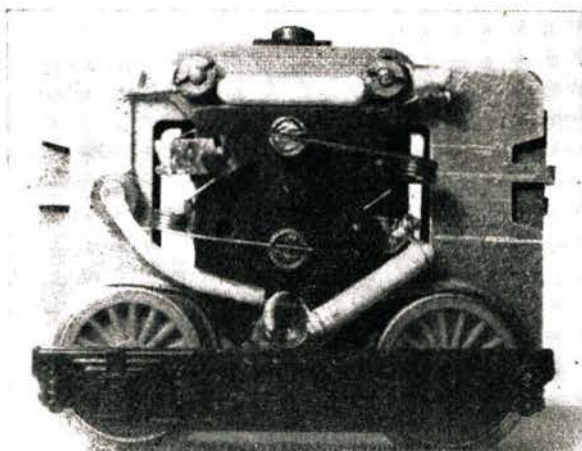

Bild 9 Piko-Oberleitungstriebwagen (Treibradsatz) breitbandfunkentstört.
#### Piko-Oberleitungstriebwagen (Bild 9)
4. Die obere Drossel ist zwischen der linken Lötöse (zum unteren Bürstenhalter gehörend) und der Lötöse an der rechten Halteschraube des Lagerschildes (Massekontakt) einzulöten (s. Bild 9).
6. Der Kondensator ist zwischen der Masselötöse an der oberen linken Halteschraube des Lagerschildes und dem unten sichtbaren Niet des Stromabnehmers, an dem auch die untere Drossel liegt, anzulöten (s. Bild 9). Die dargelegten Versuchsergebnisse und die gegebenen Hinweise zeigen, daß bei Bereitstellung der erforderlichen Bauteile eine Breitbandfunkentstörung elektrisch betriebener Modelleisenbahnanlagen möglich ist. Voraussetzung ist in jedem Falle, daß die Anlage mechanisch einwandfrei funktioniert (richtiger Kohledruck, sauberer Kollektor, sauberer Stromabnehmer mit gutem Auflagedruck und nivellierte Schienenstöße mit guter elektrischer Verbindung usw.).